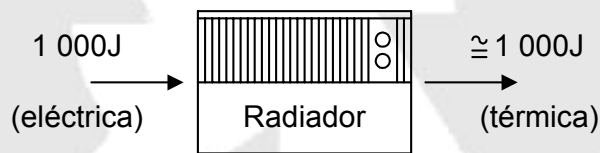

Fig. 3.4 Representación esquemática de un radiador.
- En el caso concreto de la transformación directa de energía eléctrica en calorífica, se puede estimar que existe una mínima degradación o pérdida (fig. 3.4).